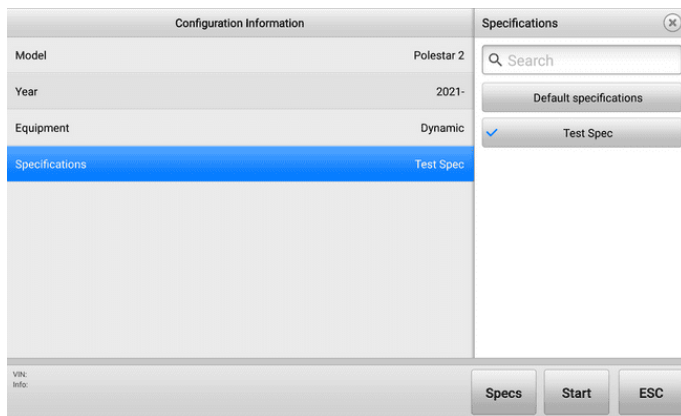

図4 -9 構成選択画面 2 (ホイールアライメント)
- 次に、「開始」をタップし、画面に従って順番に続行し、最後にホイール調整手順全体の画面に入ります。図4 -1 「ホイール全体のアライメント手順」画面を参照してください。